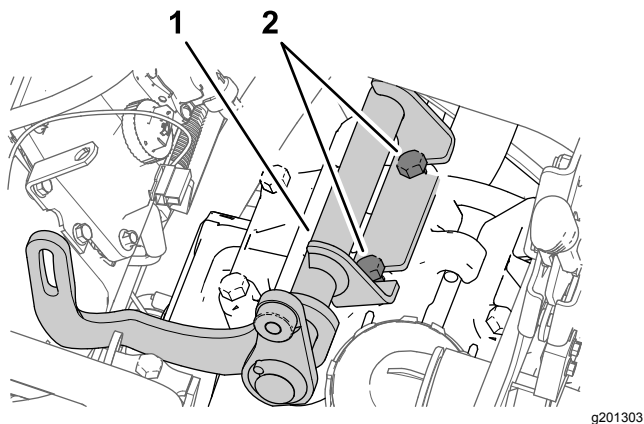

Figura 179
2. Alinhe o suporte do alternador entre os parafusos que desapertou e como se mostra no passo 1 e a cabeça da bomba Figura 179.